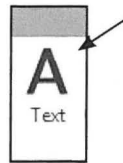

Fig. 13.46. Text.
Det næste vi vil gennemgå er *Text* (Fig. 13.46), som også ligger under *Annotate* fanebladet.
- Klik på *Annotate - Text* (Fig. 13.46).